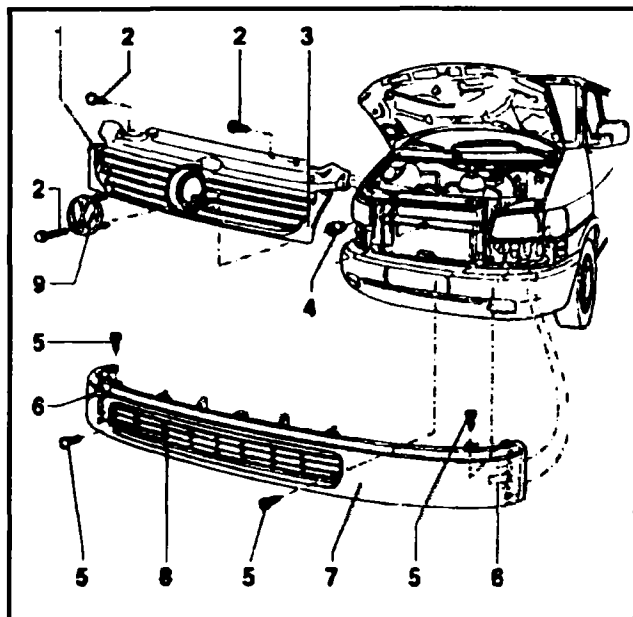

Рис. 10.4 Крепление решеток радиатора- модели с 1996 г
Решетка радиатора (1, см. рис. 10.4) крепится в сборе с декоративной рамкой (2).